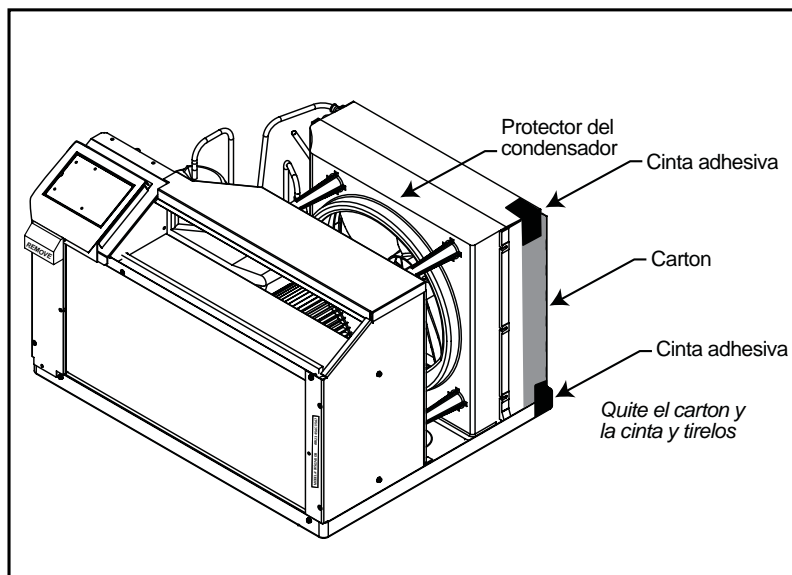

Figura 10
- A. Revise los tornillos de anclaje. Deben haber cinco (5) en la BASE DE EMPOTRAJE de la unidad WSC, (dos en cada lado y uno en el centro de la parte superior).
PASO 4 Saque el chasis de la caja para transportarlo. Retire el cartón que está colocado contra los ganchos y que está asegurado al protector del condensador (Ver Figura 10). Tenga cuidado de no permitir que ningún elemento entre en contacto con los ganchos pues esto puede causarles dano. Levante el chasis de la bandeja base y deslícelo en la base de empotrado hasta que esté en contacto con la rejilla posterior. Con el chasis en la posición correcta, el borde anterior de la bandeja base debe sobresalir del frente de la base de empotrado 4 pulgadas y 3/4 (Frente).